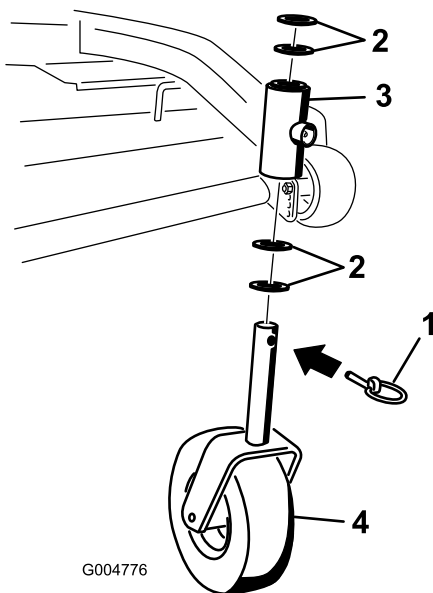

Figura 37
2. Retire el pasador de bloqueo y los espaciadores de la parte superior de la horquilla de la rueda giratoria (Figura 37).
6. Inspeccione la horquilla de la rueda giratoria para determinar si está desgastada y cámbiela de ser necesario (Figura 37).
7. Deslice la horquilla a través de los casquillos del tubo de montaje. Cambie los espaciadores de la horquilla y sujételos con el anillo de retención (Figura 37).